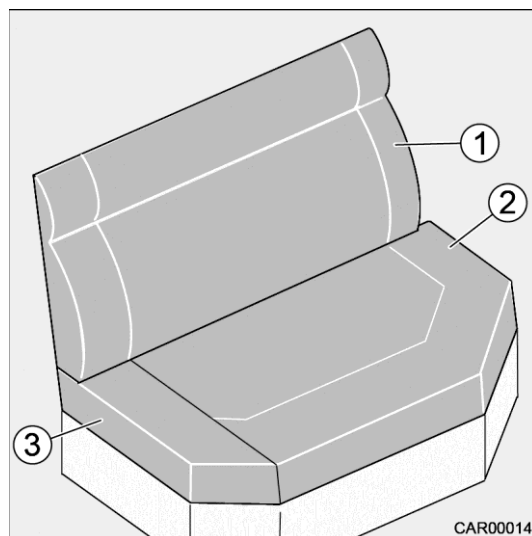

Fig. 38 Transformation de la banquette latérale
1. Enlever le coussin dossier (Fig. 38/1) et le coussin d'assise (Fig. 38/2).
2. Enlever le coussin amovible (Fig. 38/3) du coussin d'assise (Fig. 38/2) et le ranger.